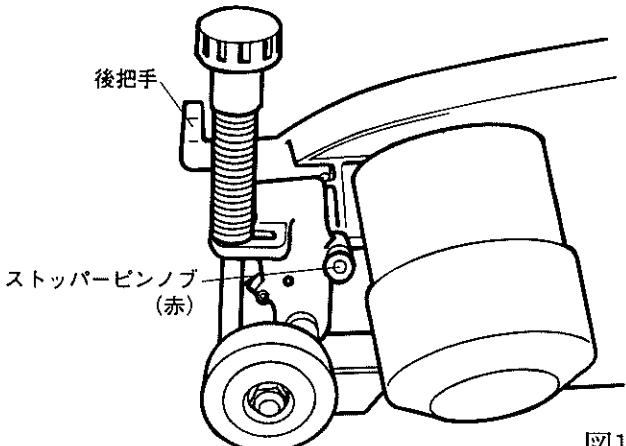

図15
- ① 右手でフレームの前把手を持ち、左手でモータ後ろにあるストッパー・ピン・ノブ（赤いノブ）を引きながら後把手が設置面に着くまで起します。（図15）